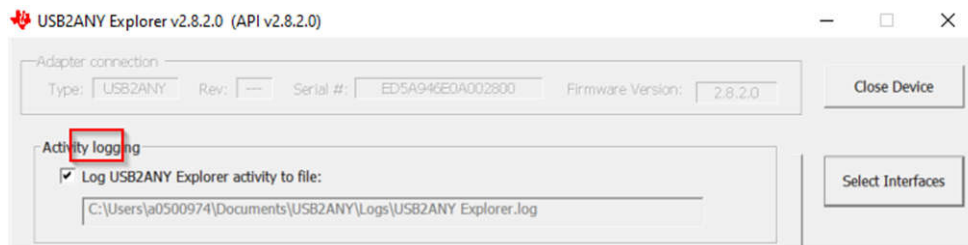

図 4-6. TIDA-020075 USB2ANY Explorer のテスト構成 1
2. デバッグの横にある [SPI] ボタンをクリックします。ソフトウェアがグリッチして [SPI] ボタンが表示されない場合は、図 4-6 に示すように [Activity logging] の間の領域をクリックします。